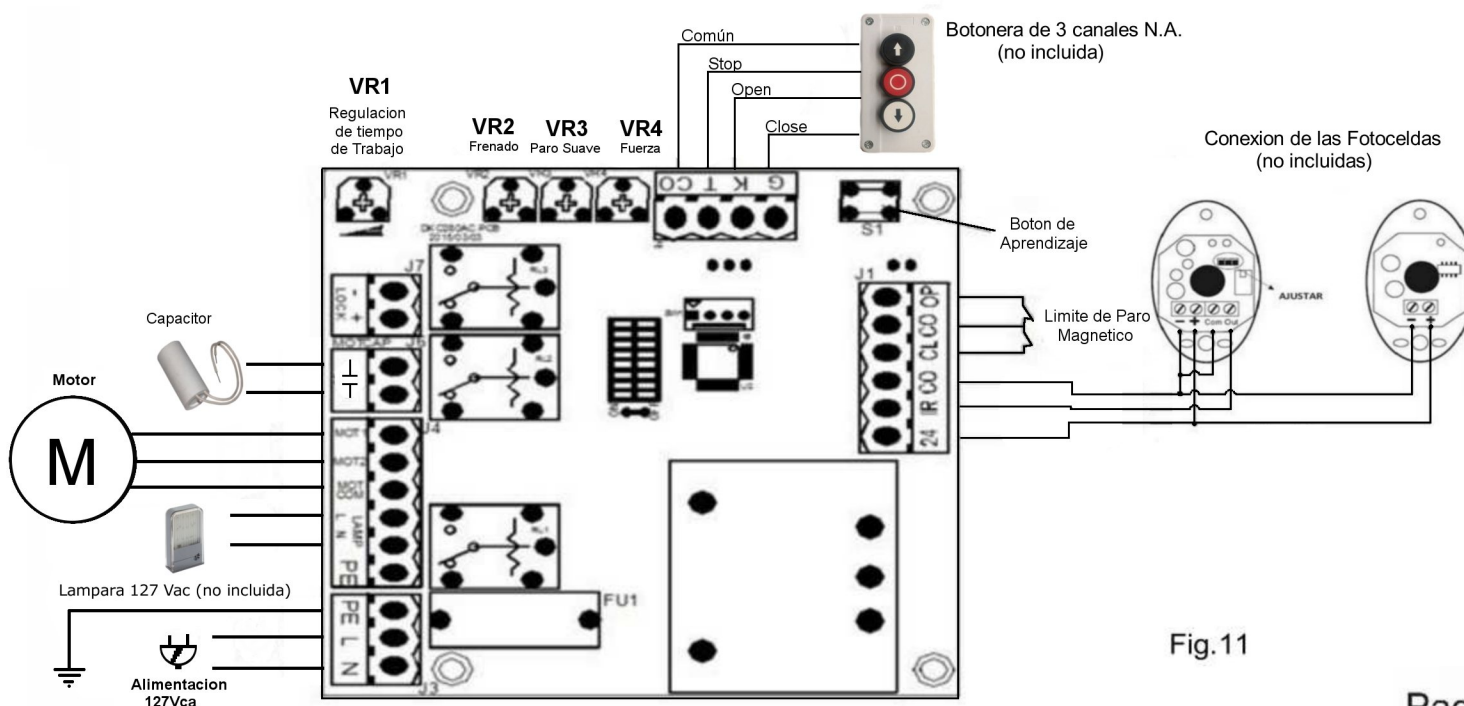

Fig.11
Asegúrese de que el Operador Corredizo este sin Energía Eléctrica antes de Realizar cualquier Conexión Eléctrica. Retire la Cubierta del Operador, Realice el Cableado Necesario y Adecuado. Ver (Fig.11) y Vuelva a Colocar la Cubierta del Operador Corredizo.
Ajuste de Potenciómetros. Ver (Fig. 11).
Este Transmisor de 3 Canales se puede Configurar por medio del Dip-Switch, Dependiendo la Función, en la Tableta Electrónica del Operador Corredizo. Ver (Fig.11). y (Tabla 1).
Este Transmisor de 4 Canales se puede Configurar por medio del Dip-Switch, Dependiendo la Función, en la Tableta Electrónica del Operador Corredizo. Ver (Fig.11). y (Tabla 1).
- **Agregar Transmisores Adicionales:** Retirar la Cubierta del Operador Corredizo. Presione y Mantenga Oprimido el Botón de Programación “S1”. Ver (Fig. 11). Por 2 Segundos el “LED” del Receptor de la Tableta Electrónica del Operador Corredizo se Iluminará. Ver (Fig. 11). Presione el Botón del Transmisor que Desea Utilizar. El “LED” del Receptor Parpadeará Aproximadamente 2 segundos y luego se Apagará. El Proceso de Programación ha Terminado Exitosamente. Se puede programar hasta 25 Transmisores.